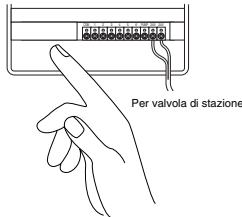

FIGURA 18: Collegamento dei fili delle valvole
- Potrebbe risultare necessario aprire il morsetto per consentire l'inserimento del cavo o la sua rimozione. Per fare ciò, stringere la vite con un cacciavite Phillips finché il cavo è assicurato [vedere figura 18].
- Collegare il neutro al morsetto identificato con COM [vedere Figura 18].